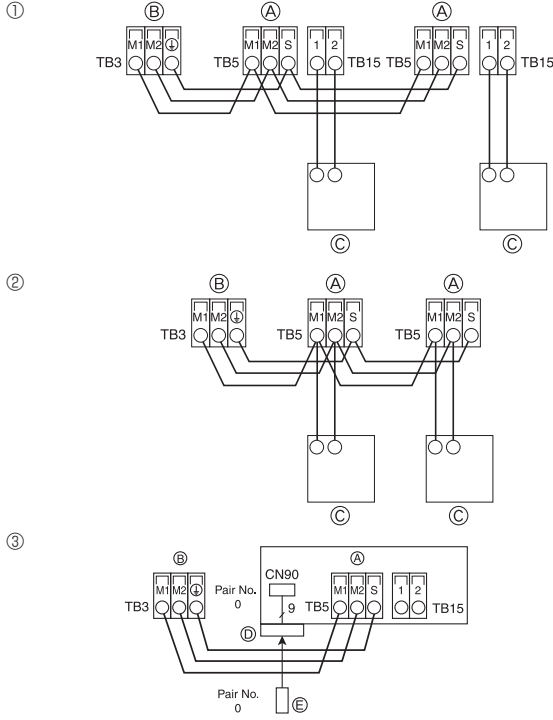

Fig. 4-8
4.4. Uzaktan kumanda, iç ve dış iletim kablolarının bağlanması (Fig. 4-8)
① MA Uzaktan kumanda
② M-NET Uzaktan kumanda
③ Kablosuz uzaktan kumanda (Kablosuz sinyal alıcı kurarken)